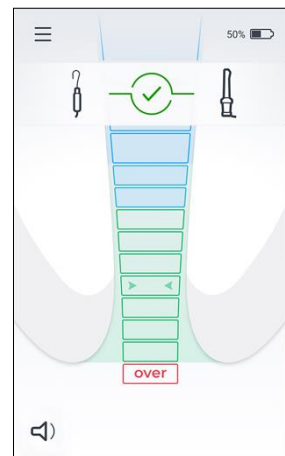

Fig. 4
3. O ícone  “Teste de conexão do cabo” deve aparecer no ecrã – consulte a Fig. 4.